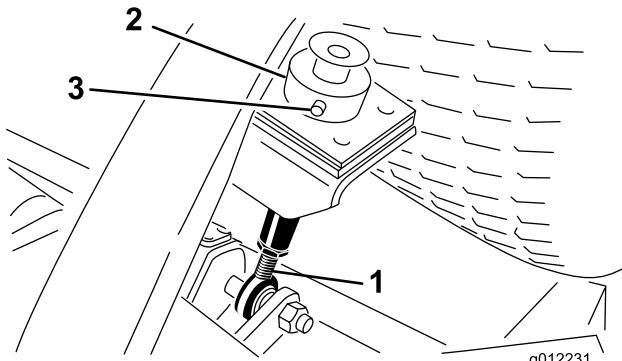

Figure 9
- Retirez la goupille fendue et l'axe de chape qui fixent la bague de hauteur de coupe à la tige de réglage de hauteur de coupe à l'arrière du plateau de coupe (Figure 9).